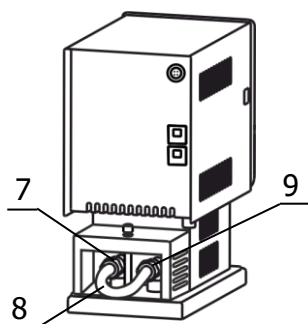

Рисунок 3 — Установка перемычки
2.2.4 Соединить входной 7 и выходной 9 штуцеры насоса блока регулирования при помощи шланга-перемычки 8 (рисунок 3) и закрепить хомутами из комплекта поставки блока регулирования.